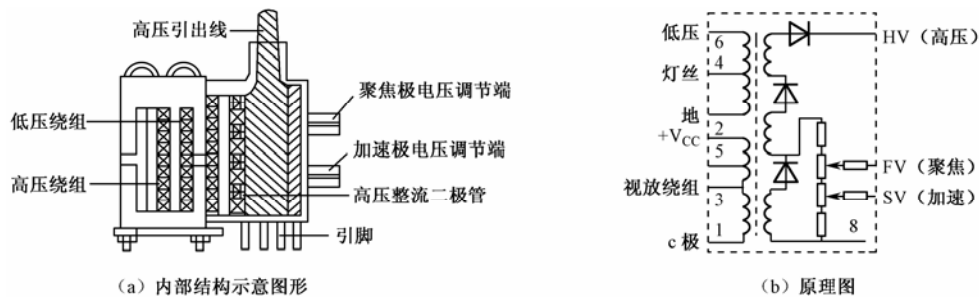

图 4-12 行输出变压器的基本结构
(5) 高、中压形成电路 采用一体化行输出变压器，内部结构示意图如图 4-12 所示。其作用是把行逆程脉冲电压（约 8 倍的 V_{CC} ）加到行输出变压器（俗称高压包）的初级，经变压、整流和滤波后，可获得高压、次高压、中压和低压。